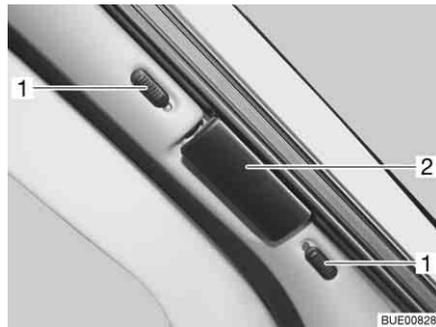
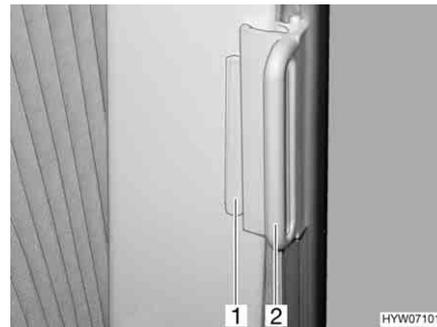

Bild 65 Faltverdunklung für die Frontscheibe
Bild 66 Faltverdunklung für Fahrerfenster und Beifahrerfenster
- An der Faltverdunklung für die Frontscheibe die Verriegelungsknöpfe (Bild 65,1) nach oben bzw. nach unten schieben. Wenn der rote Punkt sichtbar ist, ist die Verriegelung offen.
- Die Faltverdunklungen am Griff (Bild 65,2 und Bild 66,2) fassen und vorsichtig zuziehen, bis der Magnetverschluss die Faltverdunklung geschlossen hält.
- An der Faltverdunklung für das Fahrerfenster und das Beifahrerfenster den Griff (Bild 66,2) auf den Aufsatz (Bild 66,1) schieben. Die Faltverdunklung ist gesichert.